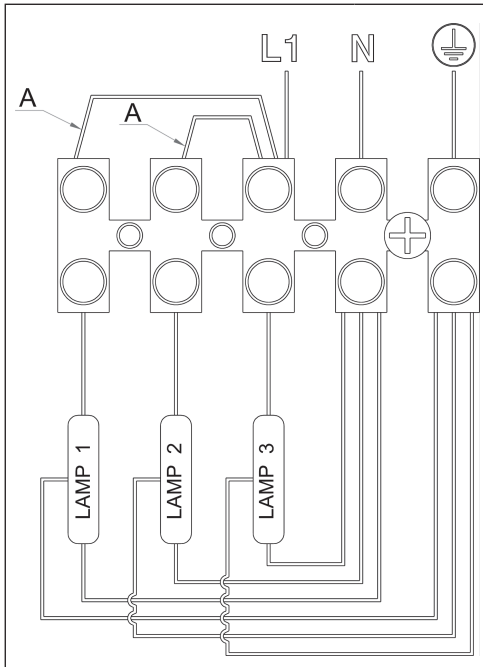

Рис. 7
- Чтобы осуществить однофазное соединение, соедините фазовые провода, нейтральный и заземляющий к полюсам терминала, соответственно обозначенных L1-N- (рис. 7). Используйте кабель H07RN-F 3x2.5 мм².